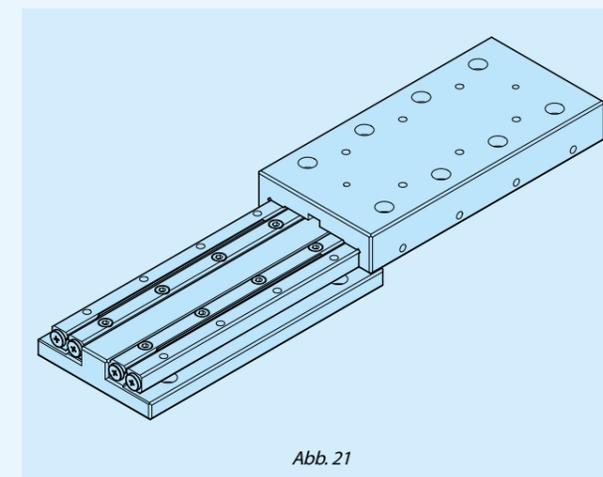

Abb. 21
- Den Tisch positionieren und dabei die Führung festhalten, um ein Verschieben zu verhindern. (Siehe Abb. 21)